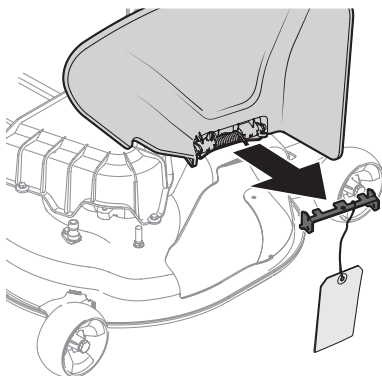

Figura 2-5
1. Inspeccione la plataforma de la cortadora para ver si hay una traba de seguridad que puede estar sujetando el deflector del canal hacia arriba para el envío. Si la traba está presente, se la debe extraer antes de hacer funcionar el tractor. Sosteniendo el canal deflector totalmente hacia arriba, extraiga la traba de seguridad. Baje el canal deflector y descarte la traba de seguridad. Vea la Figura 2-5.